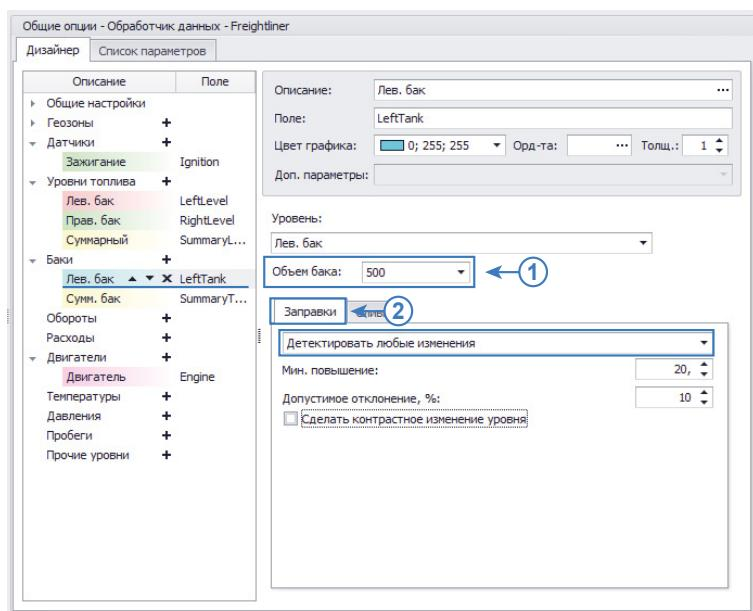

Рис.31. Настройка поиска заправок.
- В поле «**Объем бака**» необходимо задать общий объем бака, в литрах (Рис.31, п.1). Данный параметр определяет также диапазон вертикальной шкалы графика изменения уровня в баке (в Модуле просмотра диаграмм).
Для настройки поиска заправок необходимо перейти на вкладку «Заправки» (Рис.31, п.2) и выбрать способ вычисления заправок «Детектировать любые изменения». Затем настроить следующие параметры (Рис.31):